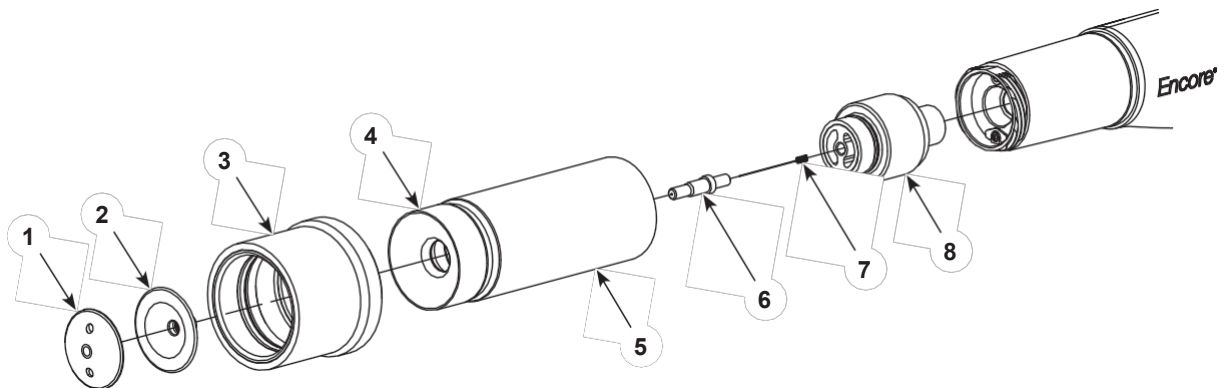

Figure 4-1 Nettoyage d'une buse conique d'
1. Voir la figure 4-1. Maintenez le déflecteur (2) avec le doigt tout en dévissant le capuchon déflecteur (1). Retirez délicatement le déflecteur du support d'électrode conique (6).
2. Dévissez l'écrou de la buse (5) et retirez l'écrou, la buse conique (4) et le manchon de gabarit (3) du pistolet pulvérisateur.
5. Inspectez le support d'électrode (6). Si le support d'électrode est usé ou endommagé, dévissez-le du support d'électrode, puis retirez l'électrode (7). Installez l'électrode dans le nouveau support, puis vissez le support dans le support d'électrode (8). Installez l'ensemble support d'électrode (6, 7 et 8) dans le pistolet pulvérisateur.